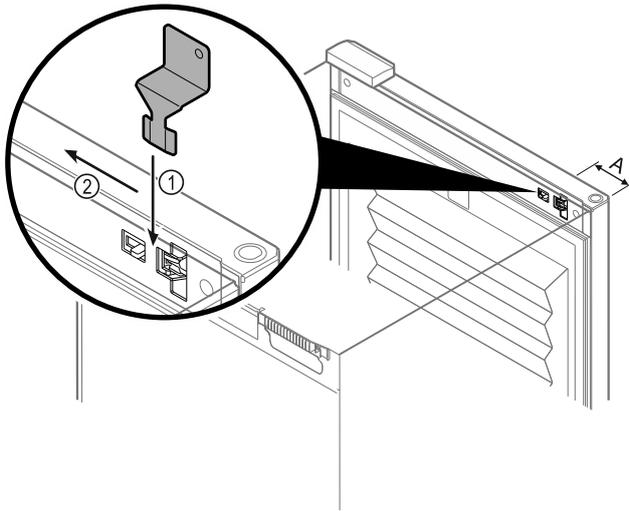

Fig. 90
- ▶ Positionner la clé de déverrouillage de secours à l'endroit indiqué Fig. 90 (A) ~ 100 mm.
- ▶ Insérer par le haut et jusqu'au bout la clé de déverrouillage de secours entre la porte et le corps de l'appareil Fig. 90 (1).
- ▶ Tirer la clé de déverrouillage de secours en direction de la charnière Fig. 90 (2).